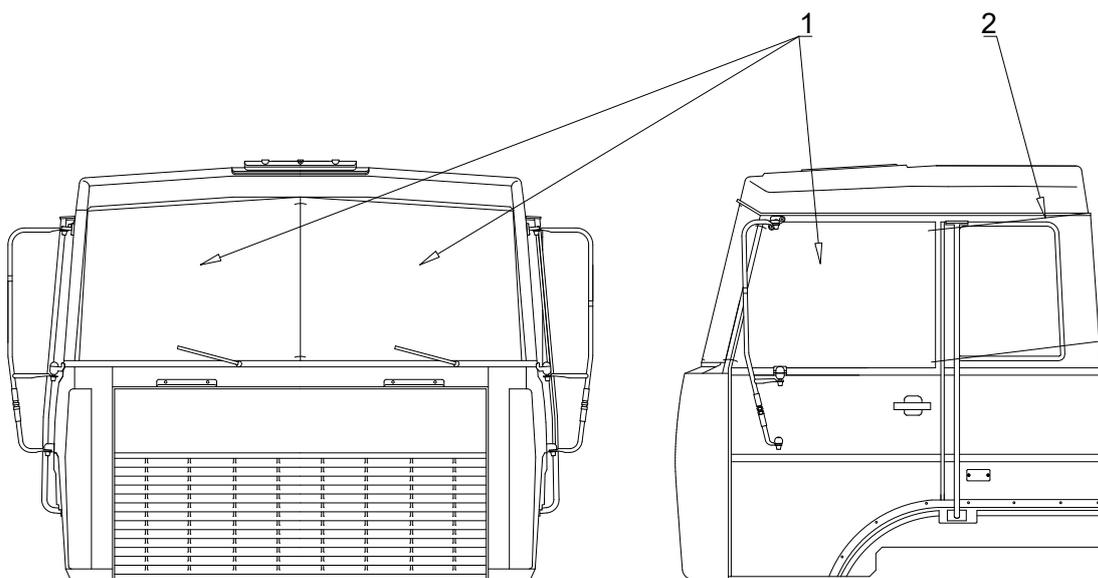

Рис. 2.30. Защита стекла окон кабины водителя листами фанеры
- защитить стекла окон кабины водителя листами фанеры (рис. 2.30). Листы фанеры (поз. 1) соединить между собой шнуром, установить их на стекла кабины, увязать шнуром (допускается крепление щитов проволокой) вокруг кабины или за выступающие части (поз. 2);